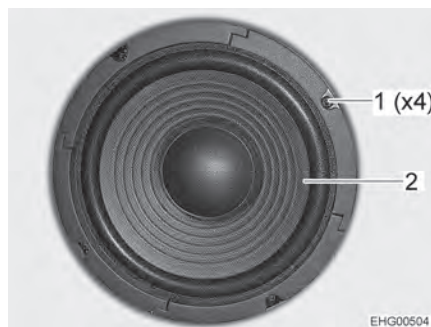

Fig. 115 Altavoz en los modelos I
- Desenroscar los 4 tornillos (Fig. 115,1) y quitar el altavoz (Fig. 115,2) con precaución.